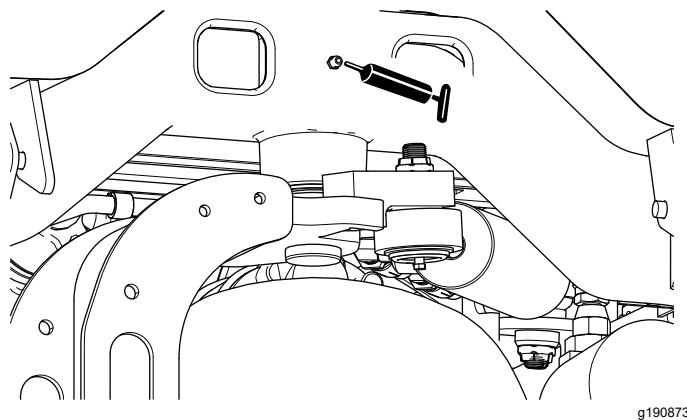

Figura 63
- Pivot de direcție (Figura 63)